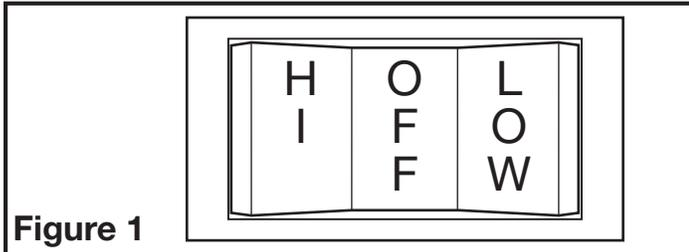

Figure 1
2. Branchez le ventilateur dans une prise à trois branches sélectionnez la vitesse requise sur le control situé sur le coté de l'appareil (Figure 1).